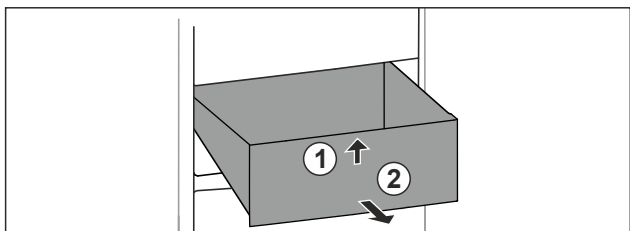

Fig. 56
- ▶ Приподнимите выдвижной ящик спереди. Fig. 56 (1)
- ▶ Извлеките выдвижной ящик движением вперед. Fig. 56 (2)